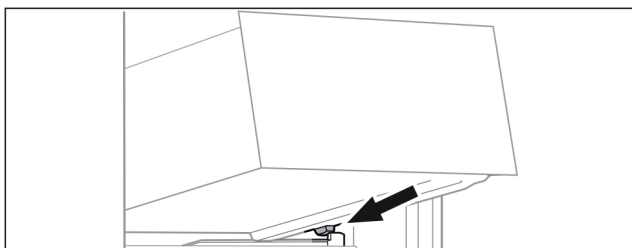

Fig. 69
- ▶ Lade schuin achter de stoppers op containerrib plaatsen. (zie Fig. 69)